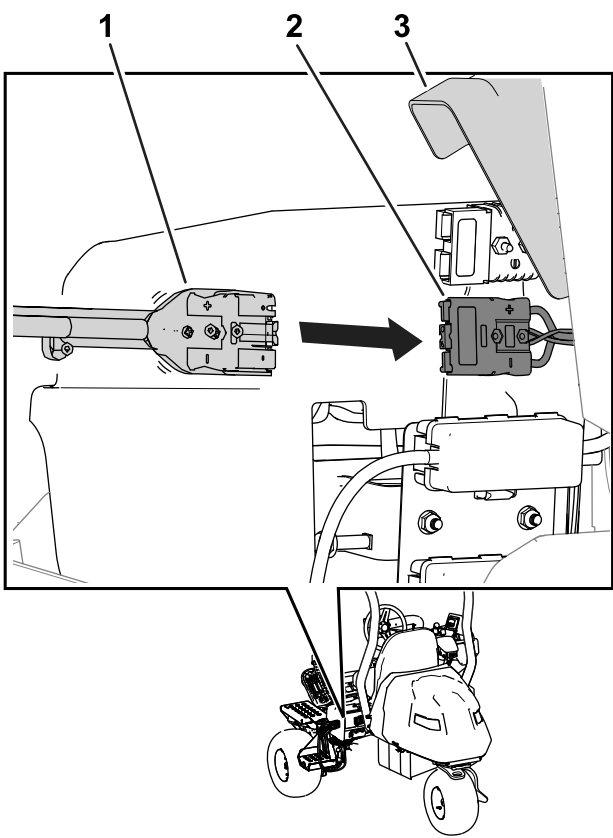

Figura 33
7. Levante la tapa del conector y enchufe el conector de salida del cargador en el conector del cargador de la máquina (Figura 33).